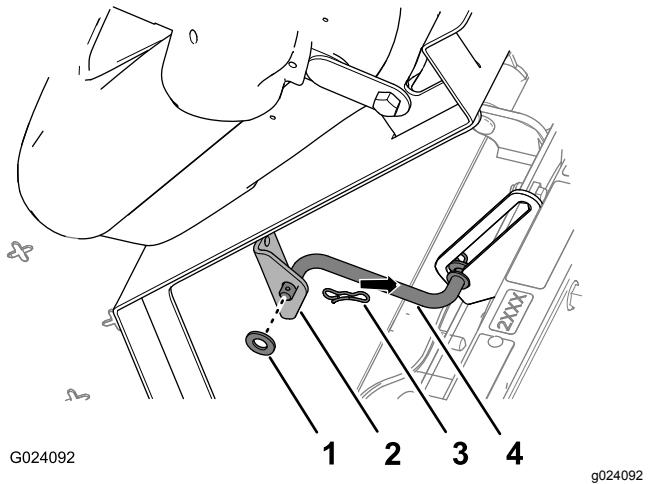

Рисунок 4
2. Снимите игольчатый шплинт, который крепит опорную стойку к кронштейну в нижней части плиты сиденья (Рисунок 4).